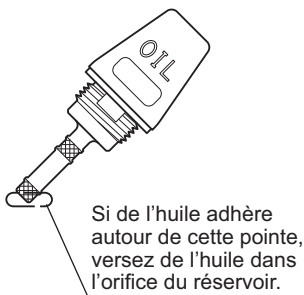
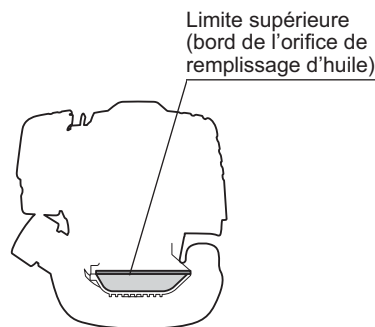

Fig. 1
Fig. 2
- En conservant le moteur à plat, retirez la jauge d'huile, puis confirmez que le niveau d'huile se situe entre les limites haute et basse. Lorsqu'il manque de l'huile et que seule la pointe de la jauge d'huile touche l'huile, notamment quand la jauge serte insérée dans le carter du moteur sans se visser (Fig. 1), versez de l'huile neuve dans l'orifice du réservoir (Fig. 2).
(1) Gardez le moteur à plat et enlevez la jauge d'huile.
(2) Remplissez le réservoir d'huile jusqu'au bord de son orifice. (Voir Fig. 2.)